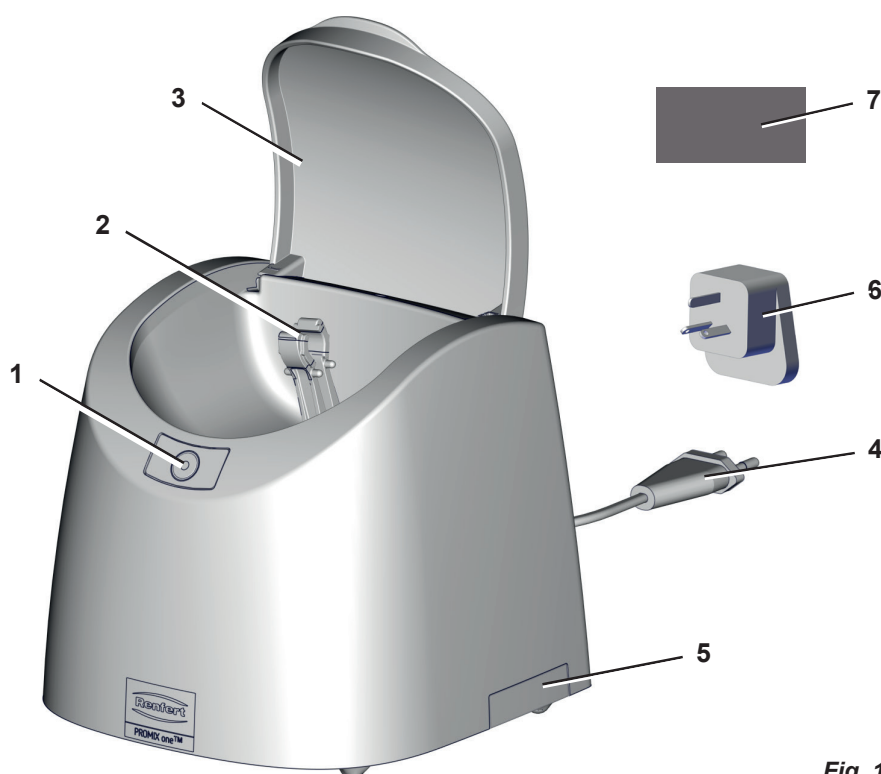

Fig. 1
- ⇒ Desenrolle el cable de alimentación (4, Fig. 1) y enchufe la clavija de alimentación en la toma de corriente de la instalación del edificio.